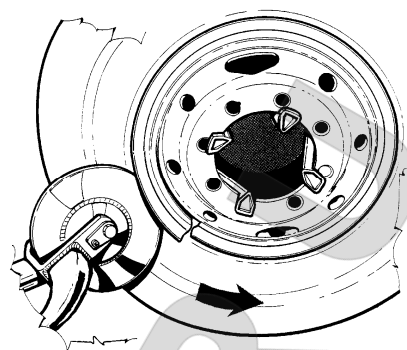

Рис.39
4. Для того чтобы снять стопорное кольцо, прижмите край шины с помощью подходящей монтировки и установите диск разбортировщика, как показано на Рис. 39.